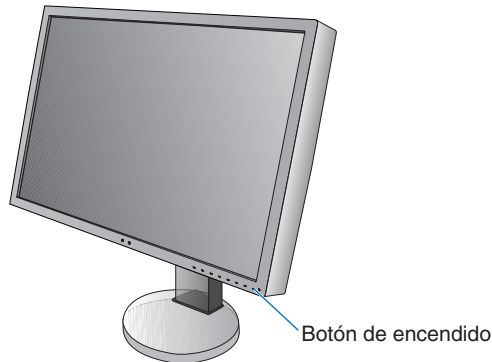

Figura E.1
8. Encienda el monitor pulsando el tecla de encendido y ponga en marcha el ordenador (**figura E.1**).